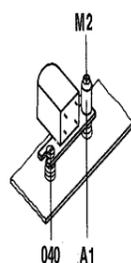

Fig. 18
Tourner l'écrou M2 (Fig. 18)
Modifier la hauteur de la tête ENR/LEC en tournant l'écrou de réglage M2 de ± 2 tours (Fig. 18).
28. Azimutage de la tête ENR/LEC (Fig. 18)